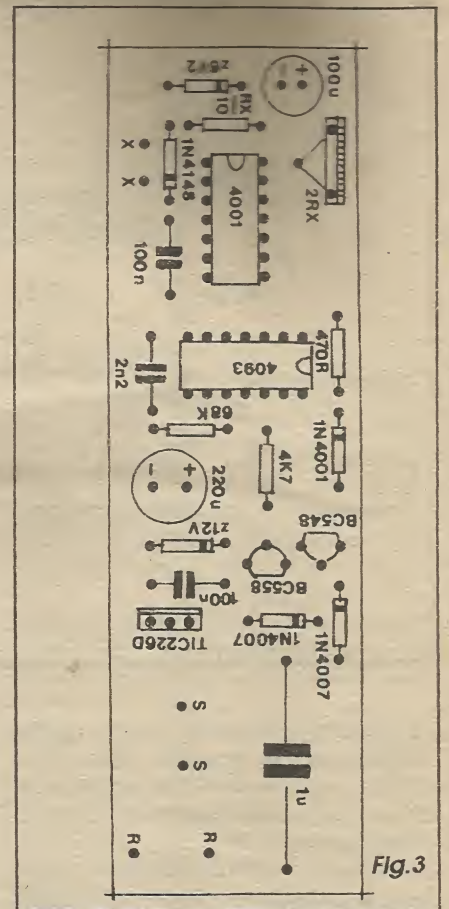

Fig.3
- FIG. 3 - CHAPEADO DA MONTAGEM - A *outra* face da placa (não cobreada), com o diagrama estilizado de todos os principais componentes, com seus valores, códigos, polaridades e outras informações práticas, é vista na figura... Quem ainda for muito *titubeante* nessa parte prática das montagens, poderá recorrer ao TABELÃO APE, na busca de auxílio para a identificação de terminais, leitura de códigos de valores de componentes, etc. De qualquer modo, apenas dedicando o máximo de atenção, qualquer um poderá levar a bom termo a inserção/soldagem dos componentes à placa... Ob-